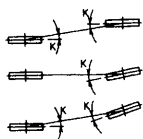

図3 ブーリの平行度
ファンブーリと電動機ブーリの平行度は下記規格を満足するようにセットしてください。(表2、図3)
- 1) Vベルトの1本あたりの張力は図3のたわみ荷重(W)を満足し、適正たわみ量(ℓ=4.5mm)のたわみ荷重(W)が図4の範囲内にある様にセットしてください。